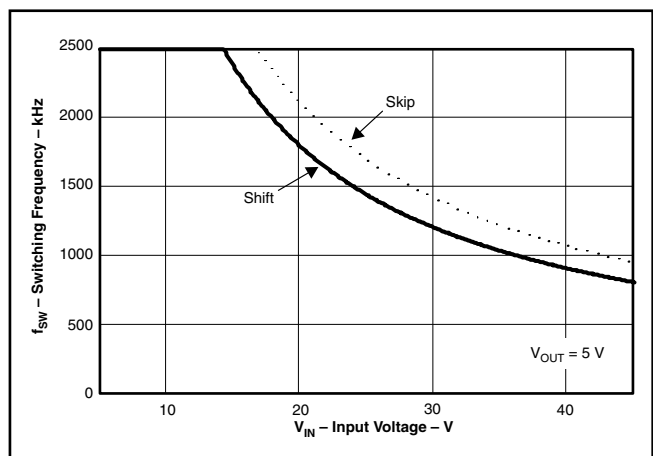

図 38. 最大スイッチング周波数 vs 入力電圧
図38では、実線が周波数シフトに関する標準の安全動作領域を示し、出力電圧は0Vと仮定し、インダクタの抵抗が0.13Ω、FETのオン抵抗が0.2Ω、ダイオードの電圧降下が0.5Vです。点線は、パルスのスキップを避けるための最大スイッチング周波数です。これらの式をスプレッドシートまたは他のソフトウェアに入力するか、またはSwitcherPro設計ソフトウェアを使用してスイッチング周波数を決定します。
TPS5401での標準の最小オン時間 $t_{on(min)}$ は130nsです。この例では、出力電圧が5Vで最大入力電圧が35Vであるため、式 (10) にインダクタ抵抗、オン抵抗、およびダイオード電圧を代入すると、最大1213kHzのスイッチング周波数を設定できます。設計で短絡発生時に過電流暴走が問題とならないようにするには、式 (11) または図38の実線の曲線を使用して最大スイッチング周波数を決定します。最大入力電圧が35Vで、ダイオード電圧を0.5V、インダクタ抵抗を130mΩ、スイッチ抵抗を400mΩ、電流